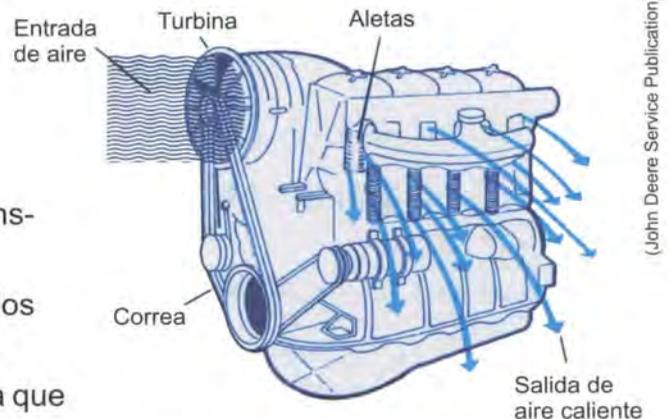

Fig. 34. Esquema de motor enfriado por aire.
- El sistema por aire, dispone de una turbina que manda el aire a los cilindros y culatas a través de pasajes. Por lo general los cilindros y culatas están provistos de aletas hasta donde llega el calor; al pasar el aire por ellas arrastra el calor al exterior, produciéndose el enfriamiento del motor. Es importante que las aletas en cilindros y culatas estén libres de grasa y suciedades para un mejor enfriamiento (Fig. 34).